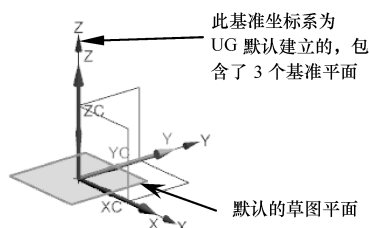

图 5-6 指定草图平面
- 02 在【主页】选项卡【直接草图】组中单击【草图】按钮, 采用默认的草图平面 (XC-YC 基准平面), 进入草绘模式, 如图 5-6 所示。